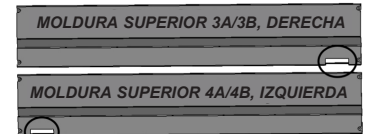

Fig. 11
- c. Elija la moldura superior según el lado en el que se encuentre la bisagra de la puerta (Fig. 11). No necesita la otra moldura superior para la instalación.